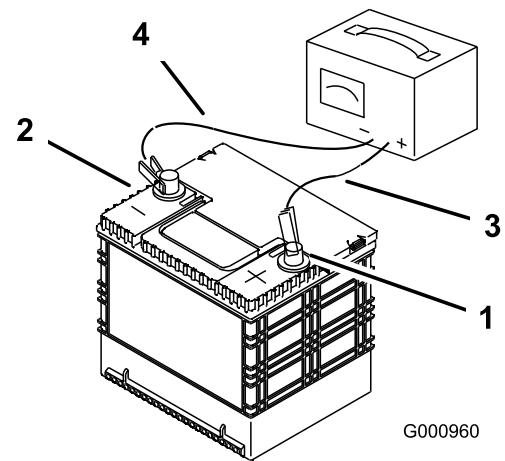

Figura 54
2. Quando la batteria è completamente carica, staccate il caricabatterie dalla presa elettrica e scollegate i cavi di ricarica dai poli della batteria (Figura 54).